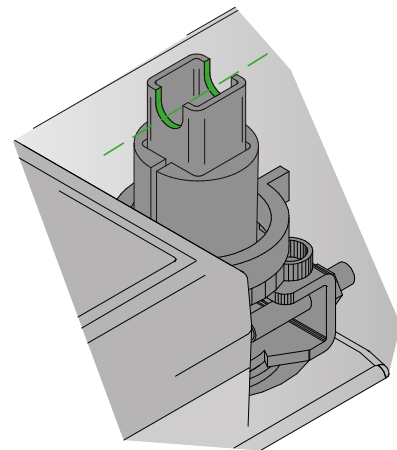

Abb. 13. Der Ausschnitt in der Klappenwelle zeigt die Stellung der Klappe an.
- Achtung! Stellung von Klappenblatt und Sicherungsplatte, siehe Abb. 13 und 14.